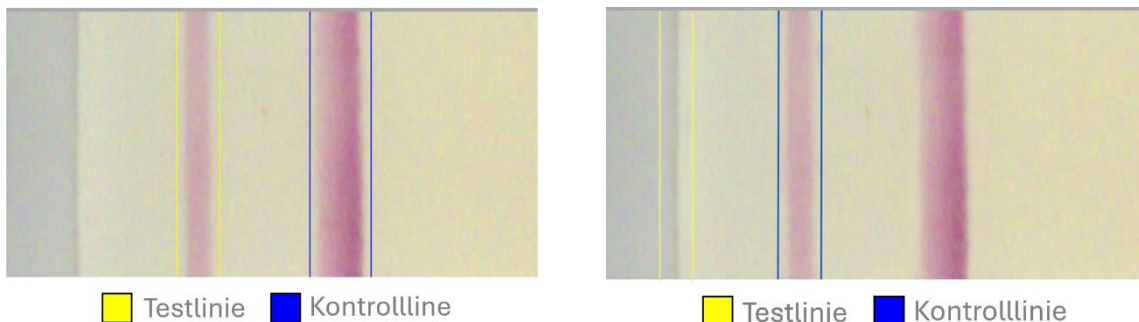

Abb. 2: Bandenerkennung valide Abb. 3: Bandenerkennung invalide
- Das Ergebnis im Ergebnisfeld der RIDA[®]SMART APP muss visuell auf Erkennung der Banden gegengeprüft werden. Es müssen zwei und die beiden richtigen (rot gefärbten) Banden (Testbande und Kontrollbande) eingerahmt werden s. Abbildung 2. Sind andere Banden eingerahmt ist das Ergebnis invalide s. Abbildung 3.